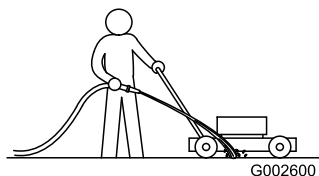

Figure 22
5. Mettez le moteur en marche et engagez la lame, puis dirigez un jet d'eau devant la roue arrière droite (Figure 22).